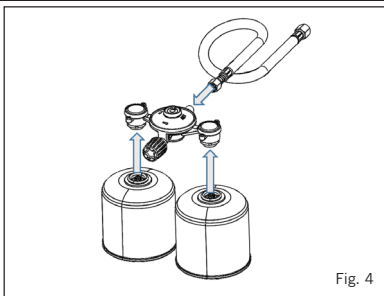

Fig. 4
- Inserire le due cartucce di gas sul gruppo da loro avvitando posto (Fig.4).